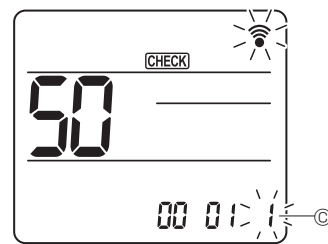

Fig. 6-19
- ④ Selecionar o número de definição
- Utilize o botão [DOWN] para alterar o número de definição ③. (Fig. 6-19)
- ⑤ Para seleccionar várias funções continuamente
- Repita a selecção ③ e ④ para alterar as definições de várias funções continuamente.
- ⑥ Terminar a selecção da função